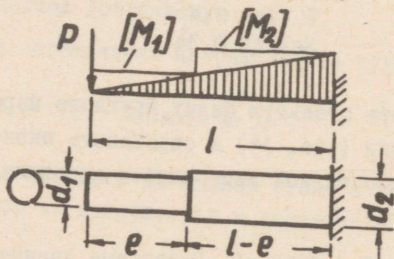

Рис. 34.
Спроектировать стальную балку круглого переменного поперечного сечения (рис. 34) и определить экономию материала по сравнению с балкой постоянного сечения.
3. Определить допускаемый изгибающий момент для каждого сечения и нанести на эпюру изгибающих моментов эпюру допускаемых моментов (см. пример на рис. 34). Показать на схеме длину частей с большей и меньшей жесткостями.